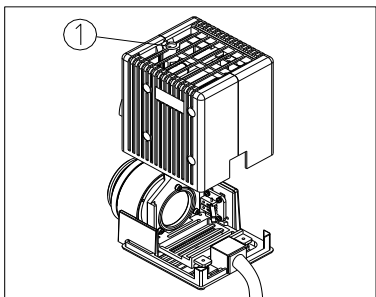

图 4
- (1) 用随机附带的 M4 内六角扳手拧开固定螺钉①，拿掉罩壳组。（如图 4）